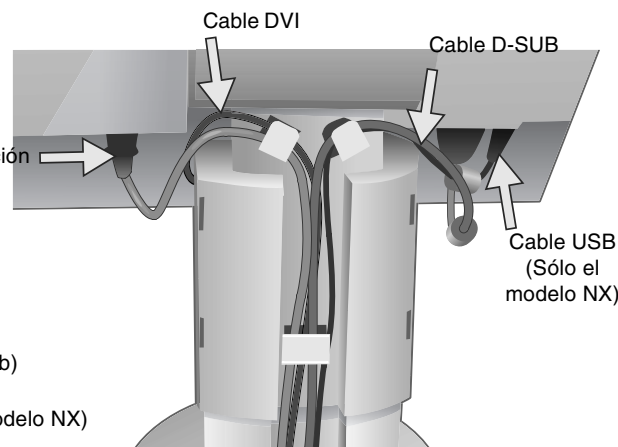

Figura C.2
5. Para manejar los cables sin problemas, coloque cada cable en el conducto en el orden que se indica: Cable de alimentación y cable DVI (**figura C.2**).
6. Introduzca el cable DVI y el cable de alimentación en sus corchetes correspondientes, según se indica en la **figura C.2**.
7. Introduzca el cable D-Sub y el cable USB en sus corchetes correspondientes, como se indica en la **figura C.2** (Cable USB: sólo el modelo NX).